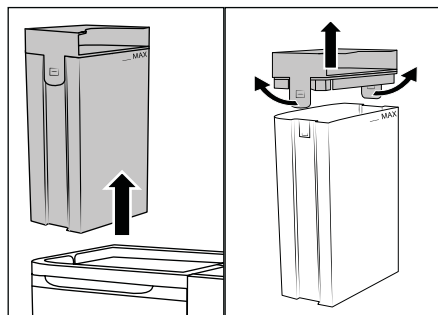
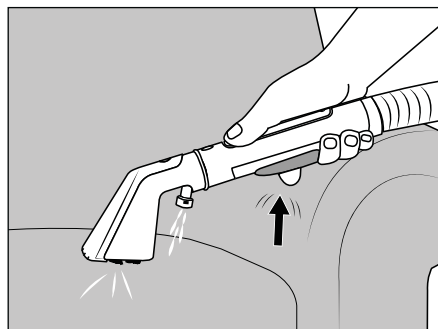

Fig. 5
Fig. 6
(1) Utilice exclusivamente agua corriente de fría a caliente o agua destilada en el depósito de agua limpia **2** . No utilice agua hirviendo. (2) No ponga nunca el aparato en funcionamiento si no hay agua en el depósito de agua limpia **2** . (3) Utilice exclusivamente los productos de limpieza de tapicería convencionales que no generen espuma o el **vinagre de limpieza W5 de LIDL**. Otros productos de limpieza podrían dañar el aparato. Recomendamos añadir tres cucharadas del **vinagre de limpieza W5 de LIDL** al depósito de agua limpia **2** completamente lleno de agua (1,7 litros). En caso necesario, aumente gradualmente la proporción de vinagre de limpieza hasta alcanzar el resultado deseado.
- ◆ Sujete el depósito de agua limpia **2** por el agarre de la tapa **1** y tire de este hacia arriba para extraerlo del aparato (consulte la fig. 5).
- ◆ Tire de las dos pestañas de fijación ligeramente hacia fuera y retire la tapa ❶ (consulte la fig. 5).
- ◆ Llene el aparato con agua corriente o con agua destilada y, en caso necesario, añada un producto de limpieza de tapicería o el vinagre de limpieza W5. Para ello, observe las indicaciones de uso del fabricante. Tenga en cuenta que el depósito de agua limpia ❷  solo puede llenarse como máximo hasta la marca MAX.
- ◆ Coloque la tapa ❶ sobre el depósito de agua limpia ❷  y presione hacia abajo hasta que ambas pestañas de fijación encastren.
- ◆ Sujete el depósito de agua limpia ❷  por el agarre de la tapa ❶ e insértelo en el aparato.
- ◆ Desplace las asas ❸ hacia arriba y traslade el aparato al lugar donde lo necesite.
- ◆ Retire el tubo de rociado/aspiración ❹ de los soportes para el tubo ❺/❻.
- ◆ Introduzca el soporte para el tubo ❺ en el aparato.
- ◆ Sujete firmemente el tubo de rociado/aspiración ❹ por el mango.
- ◆ Pulse el botón de encendido/apagado  ❿ para encender el aparato.
- ◆ Mantenga la boquilla para tapicería ⓫ unos 2-3 cm por encima de la zona que desee limpiar y pulse el botón de rociado ⓬ para rociar el agua/la solución de limpieza a través de la boquilla de rociado ⓭ (consulte la fig. 6).